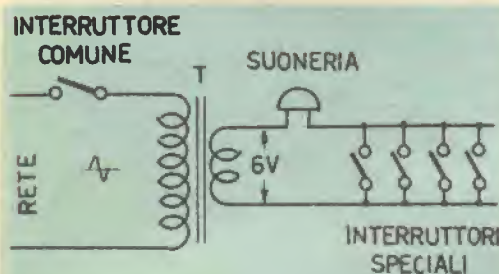
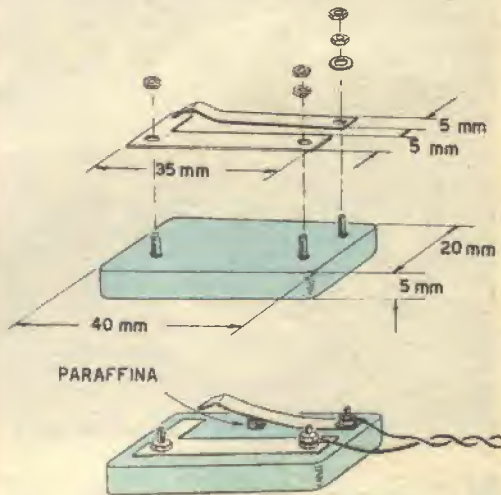

Fig. 1
Fig. 2
- Lamina a L con due fori (ved. fig. 2)
- Lamina flessibile, ad esempio di ottone (ved. fig. 2)
mico, che presentiamo ai nostri Lettori. In fig. 1 è riportato lo schema elettrico del dispositivo. La tensione di 6 V, ottenuta dalla rete mediante il trasformatore T per campanelli, è applicata al circuito che comprende la suoneria; alcuni interruttori speciali sono collegati in parallelo fra loro e devono essere collocati in diversi punti del locale, dove necessita il controllo, ma lontano dalle fonti di calore, quali ad esempio i radiatori o le stufe. In fig. 2 si può vedere il disegno dell'interruttore speciale.